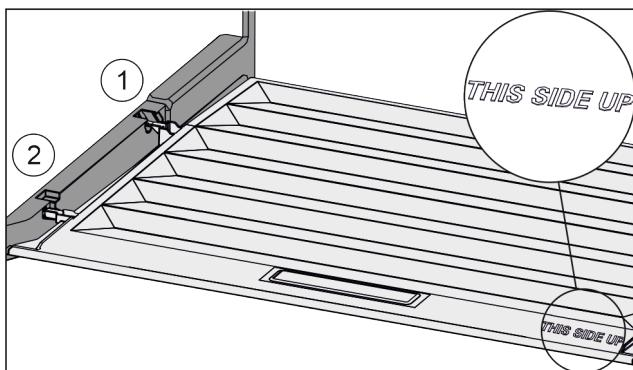

Fig. 83
- Вставити поперечні ребра через отвір заднього тримача Fig. 83 (1) і зафіксувати спереду у тримачі Fig. 83 (2).